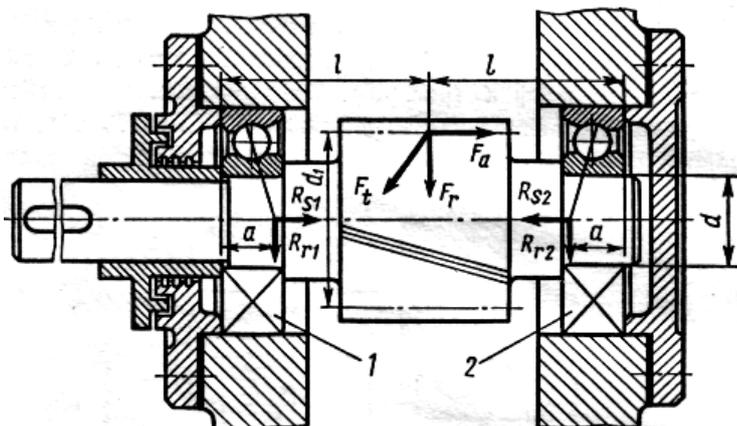

Рисунок 17. (к задаче 84)
**Задача 84.** Ведущий вал цилиндрического косозубого редуктора установлен на шарикоподшипниках радиально-упорных 1, 2 (рис. 17). Определить расчетную долговечность  $L_{10h}$  более нагруженного подшипника, если на шестерню действуют силы: окружная  $F_t$ , радиальная  $F_r$  и осевая  $F_a$ . Диаметр делительной окружности шестерни  $d_1 = 50$  мм, размер  $l = 70$  мм. Частота вращения вала  $n = 1430$